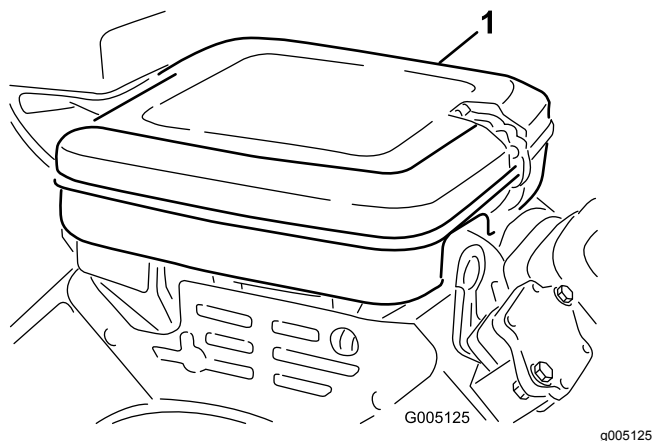

Figure 45
1. Nettoyez soigneusement le couvercle (Figure 45).